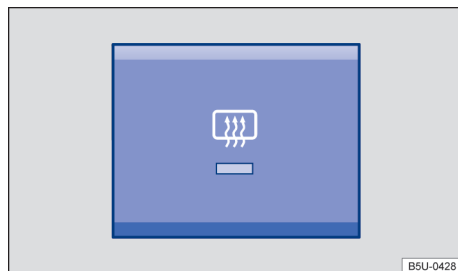

Fig. 96 No console central (Nova Saveiro Robust): botão do desembaçador do vidro traseiro (não disponível para algumas versões).
- Pressionar o botão → Fig. 96 para ligar o desembaçador do vidro traseiro (não disponível para algumas versões).